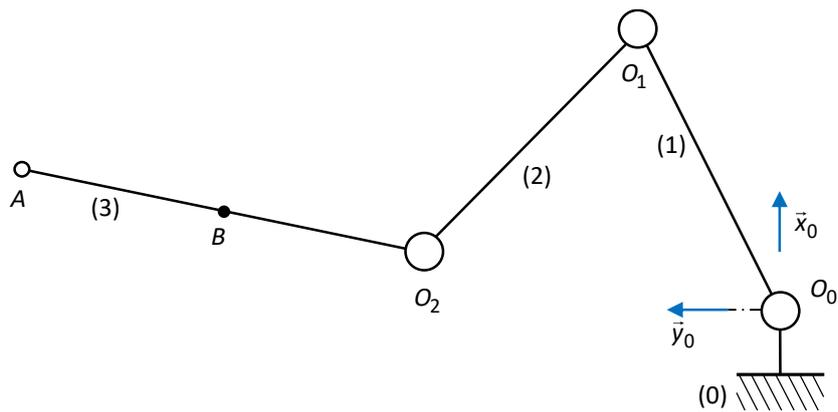

Figure 1
**Q3 :** Représenter, sur les figures 1, 2 et 3, pour chacun des mouvements, les vecteurs vitesses  $\vec{V}_{3/0}(O_2)$ ,  $\vec{V}_{3/0}(B)$  et  $\vec{V}_{3/0}(A)$ . Pour chaque figure, le vecteur vitesse ayant la norme la plus grande est représenté par un vecteur de 2 cm.